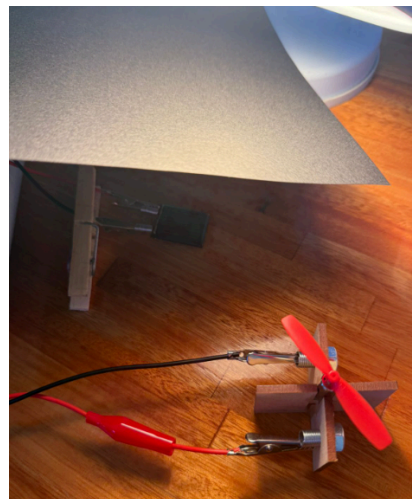

Fig. 2.3: sombreado de la célula solar con papel negro.
6. Cambiar las condiciones de iluminación tapando poco a poco la superficie de la célula solar con papel negro (Fig. 2.3).